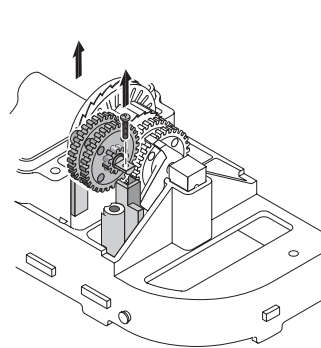

Figura 24
6. Remueva el juego de tornillos, el eje de engranaje corto, y los piñones (Figura 24); asegúrese de mantener colocados los piñones.